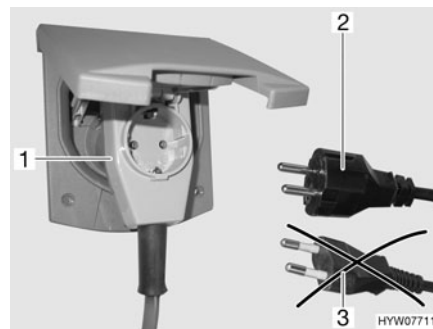

Fig. 102 Raccordement à un adaptateur coudé avec prise de courant
► Lors de l'utilisation d'un adaptateur coudé CEE 17 muni d'une prise à l'arrière (Fig. 102,1), se servir uniquement d'un connecteur en caoutchouc et scellé IP 44 avec contact de mise à la terre (Fig. 102,2). Ne pas utiliser de connecteur sans contact de mise à la terre (Fig. 102,3).